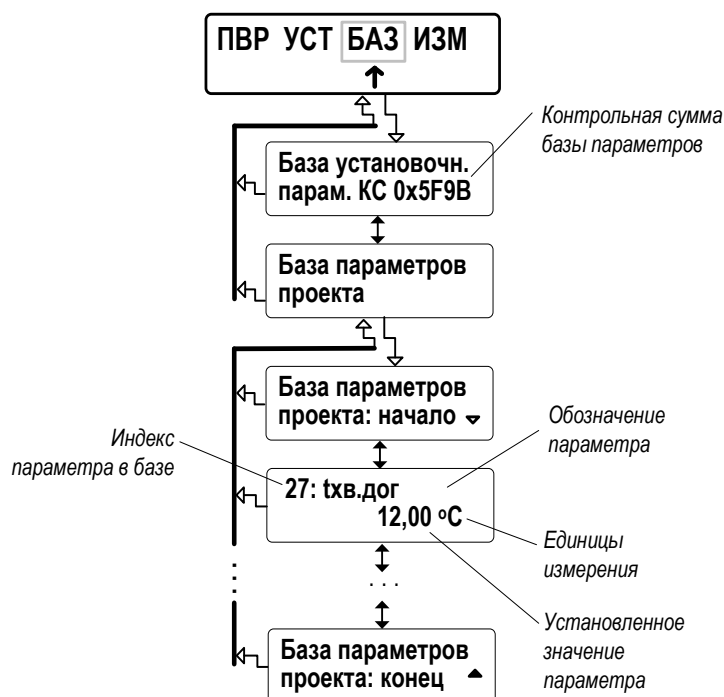

Рис.14. Вид окон индикации базы параметров.
4.4.1. Значения основных параметров, установленных в ТВ, фиксируются в **Базе**. Структура **Базы** и вид окон индикации показаны на рис.14.